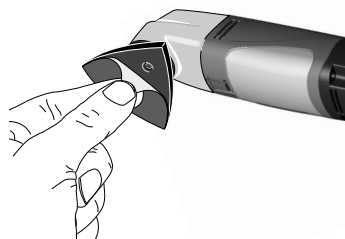

Fig. 3
fassen (Fig. 3) und abziehen.
1. Schleifscheibe entfernen (Fig. 3)